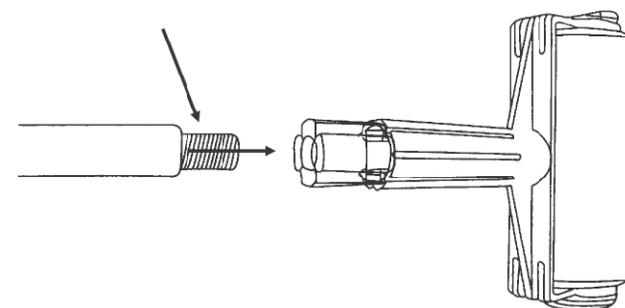

FIG. 5
1. PÓLO CÔNICO SEM ROSCA PARA SER INSERIDO FIRMEMENTE NA ALÇA (FIG. 5).